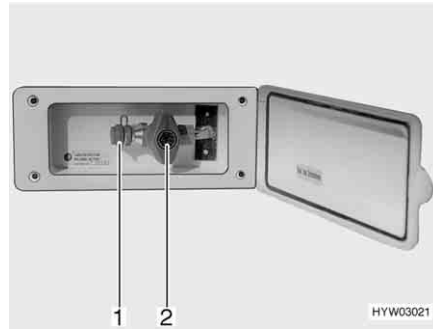

Fig. 164 Presa gas esterna, rubinetto di arresto del gas chiuso
La presa gas esterna (Fig. 164) si trova, a seconda del modello, nella parte posteriore o sul lato destro o sinistro del veicolo.
- Collegare l'apparecchio a gas esterno all'attacco (Fig. 164,1).
- Aprire il rubinetto di arresto del gas (Fig. 164,2).